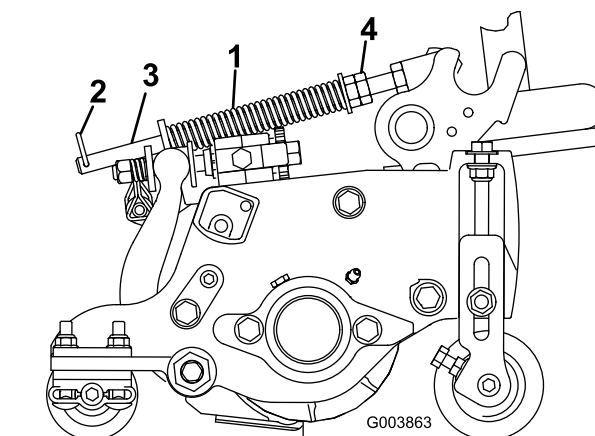

Bild 14
1. Stellen Sie sicher, dass der Lastösenbolzen in das hintere Loch in der Federstange eingesetzt ist (Bild 14).
2. Ziehen Sie die Sechskantmuttern vorne an der Federstange an, bis die komprimierte Länge der Feder 12,7 cm beträgt (Bild 14).